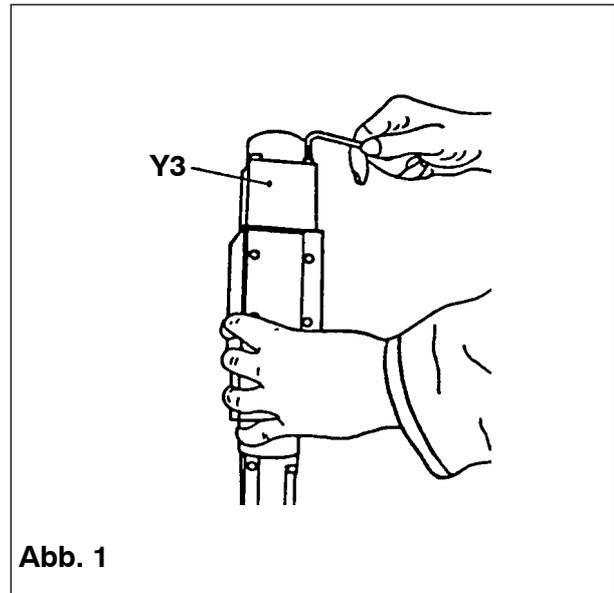

Abb. 1
1. Prop-Ventil auf Wegaufnehmer stellen und Hubmagnet (Y3) abschrauben (Abb. 1).